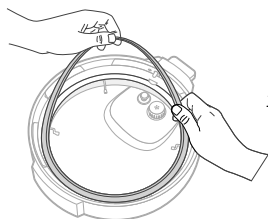

Figure 10.7
1. Retirez le joint d'étanchéité en tirant le bord du silicone hors du support du joint d'étanchéité. **[Figure 10.7]**